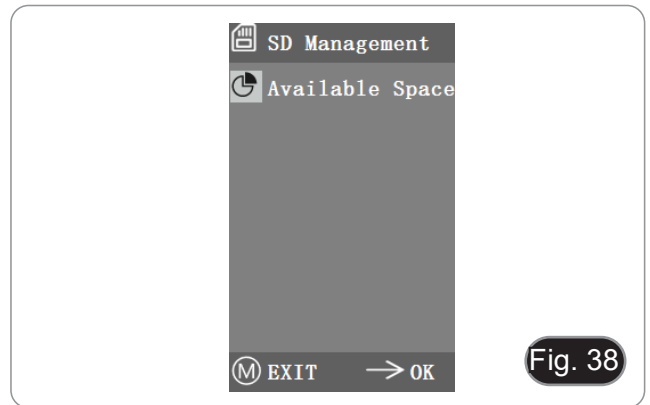

Fig. 38
1. Après avoir inséré la carte SD, l'espace restant et l'espace total de la carte SD sont visibles dans "Espace disponible". (Fig. 38)